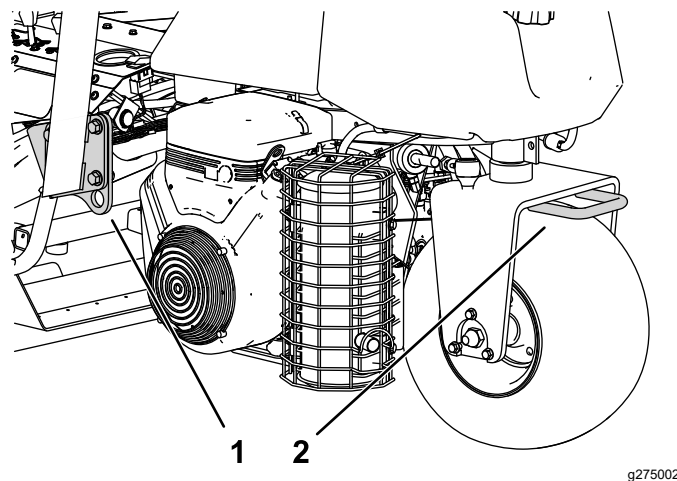

Figura 25
- Fissate saldamente la macchina in basso utilizzando cinghie, catene, cavi o corde. Sia la cinghia anteriore, sia quella posteriore dovranno essere rivolte verso il basso e all'esterno rispetto alla macchina (Figura 25).